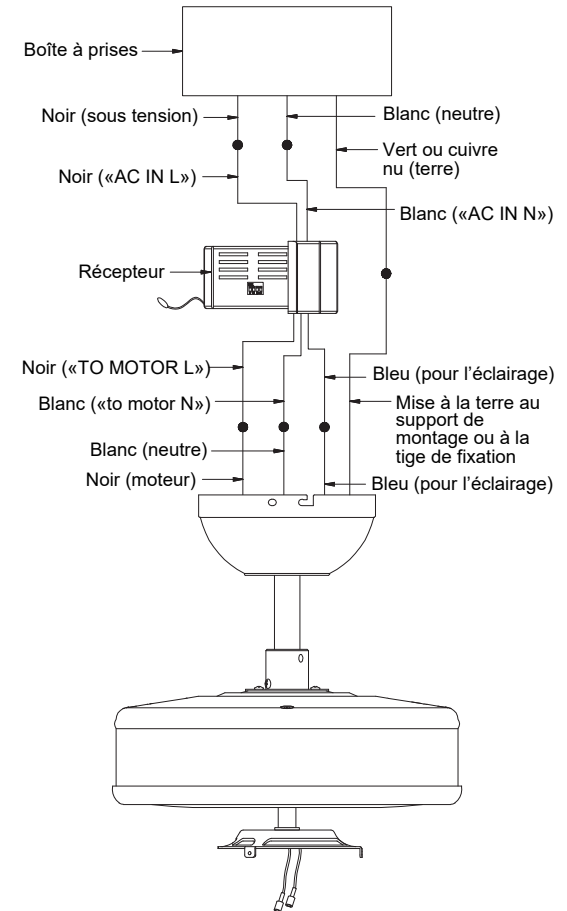

Fig. 14
Étape 2. Connexions électriques entre le moteur et le récepteur : (**Fig. 14**) Connectez le fil NOIR du ventilateur au fil noir marqué "TO MOTOR L" du récepteur. Connectez le fil blanc du ventilateur au fil blanc marqué "TO MOTOR N" du récepteur. Connectez le fil bleu du ventilateur au fil bleu marqué pour l'éclairage "FOR LIGHT" du récepteur. Sécurisez toutes les connexions de fils avec les serre-fils en plastique (fournis).
Étape 3. (**Fig. 14**) Connexions entre récepteur et fils d'alimentation du domicile : Connectez le fil noir (sous tension) du plafond au fil noir marqué "AC in L" du récepteur. Connectez le fil blanc (neutre) du plafond au fil blanc marqué "AC IN N" du récepteur. Sécurisez les connexions de fils avec les connecteurs en plastique (fournis).
Étape 4. (**Fig.14**) Si la boîte à prises a un fil de masse (vert ou cuivre nu), le connecter aux fils de mise à la terre du ventilateur : en l'absence de ce fil, connecter le fil de mise à la terre du ventilateur au support de montage. Sécurisez la connexion du fil avec l'écrou en plastique (fourni). Après avoir connecté les fils, séparez-les de sorte que les fils verts et blancs se trouvent sur un côté de la boîte à prises et les fils noirs et bleus de l'autre côté. Introduisez prudemment les raccordements des fils dans la boîte à prises.